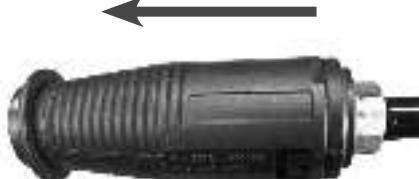

Рис. 10 Включение подачи моющего средства
2. Оттяните головку струйной трубы от себя (Рис. 10).